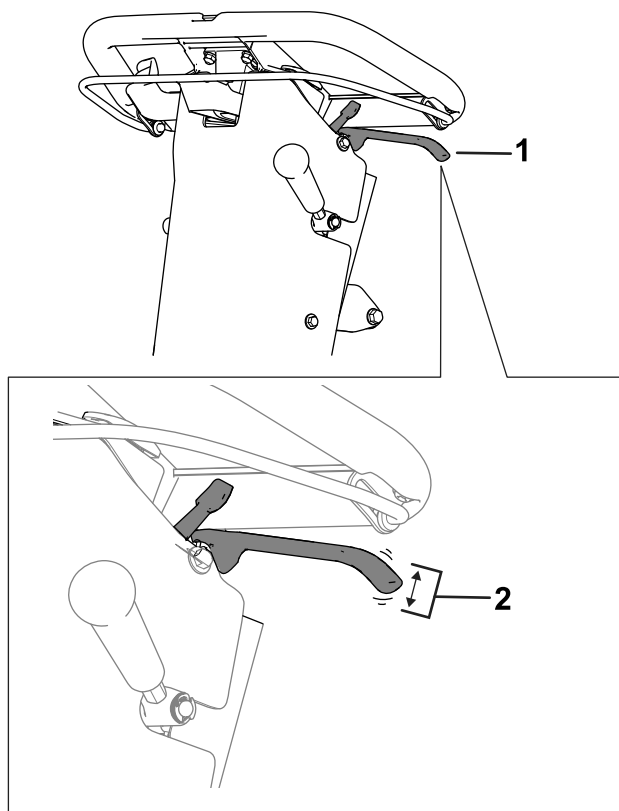

Figura 36
2. Măsurai jocul la capătul manetei frânei de parcare (Figura 36).